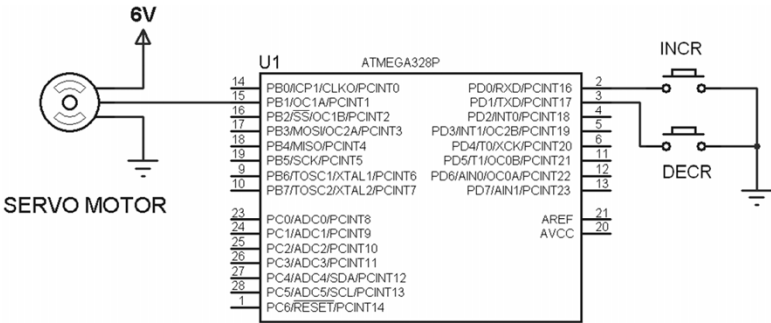

Fig. 9.20 – Circuito para o acionamento de um servo motor.
9.14 – Elaborar um programa para controlar o ângulo de giro de um micro servo motor de acordo com dois botões, fig. 9.20. Começando com um pulso de 0,5 ms até 2,5 ms, com passo de incremento de 0,1 ms. Repita o procedimento para um passo de 0,05 ms. Qual a relação angular de giro com a largura de pulso?